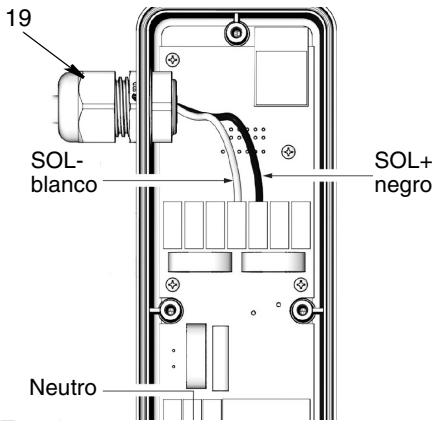

FIG. 8
11. En el alojamiento del PAC (2), conecte el cable neutro (blanco) al cable SOL - (blanco) y el cable de línea (negro) al SOL + (negro) en el bloque de terminales (FIG. 8).